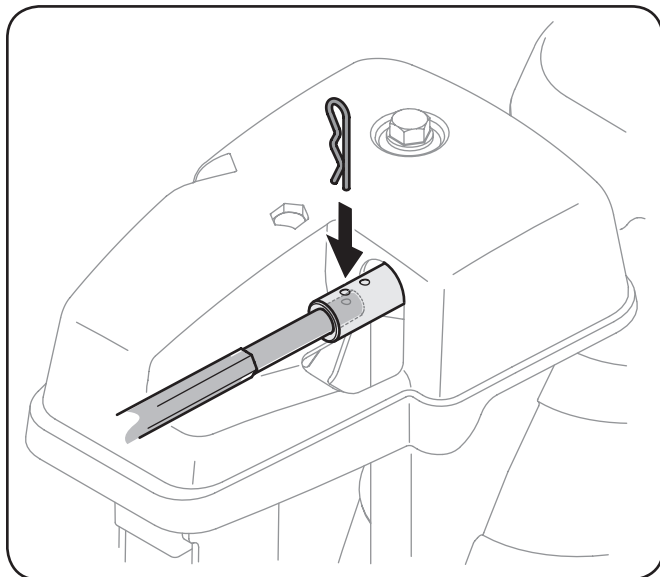

Figura 6-8
2. Retire la varilla de control del canal hasta que el orificio de la misma se alinee con el segundo orificio en el montaje de rotación del canal. Vea la Figura 6-8.
3. Vuelva a insertar el pasador de chaveta a través de este orificio y la varilla de control del canal. Vea la Figura 6-8.